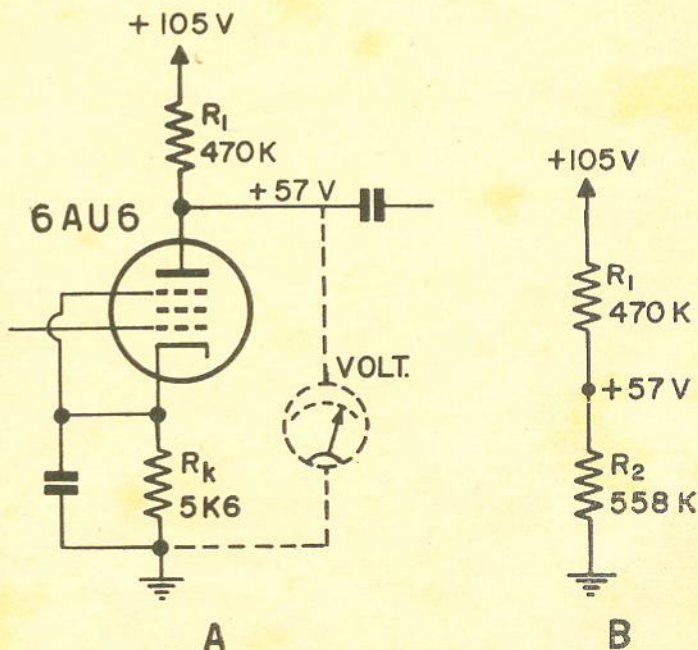

FIG. 4
A) Medição da tensão do circuito da fig. 4, com um voltímetro de 0-100 V, 1000 Ω/V . — B) Circuito equivalente resultante da inclusão do voltímetro no circuito.